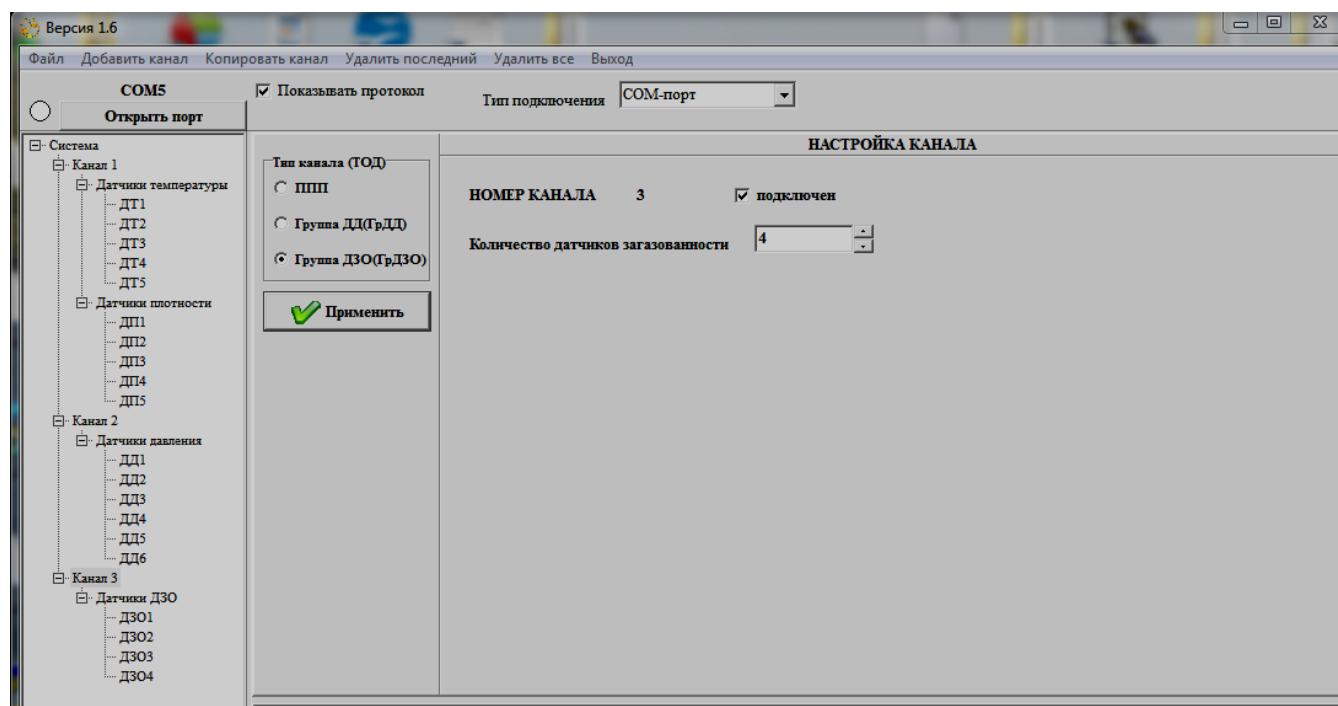

Рисунок 10
2.4.3 Группа датчиков загазованности оптических (гр. ДЗО) (рисунок 10)